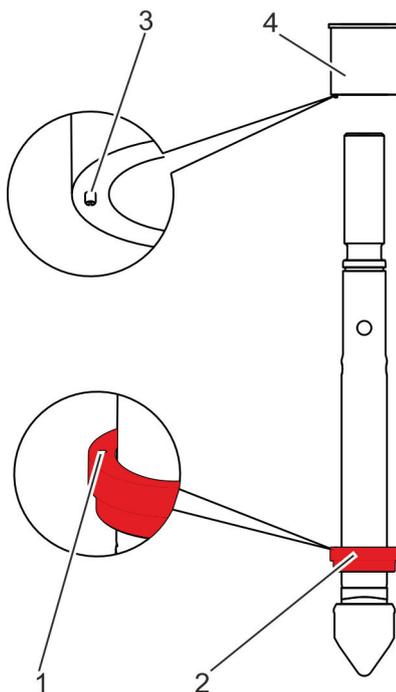

Abb. 46: Montagehülse aufstecken
24. ▶ Montagehülse (Abb. 46/4) auf die Spindel aufstecken.
25. ▶ Zentrierstift (Abb. 46/3) der Montagehülse (Abb. 46/4) in Zentrierbohrung (Abb. 46/1) des Rücksitzrings (Abb. 46/2) einführen.